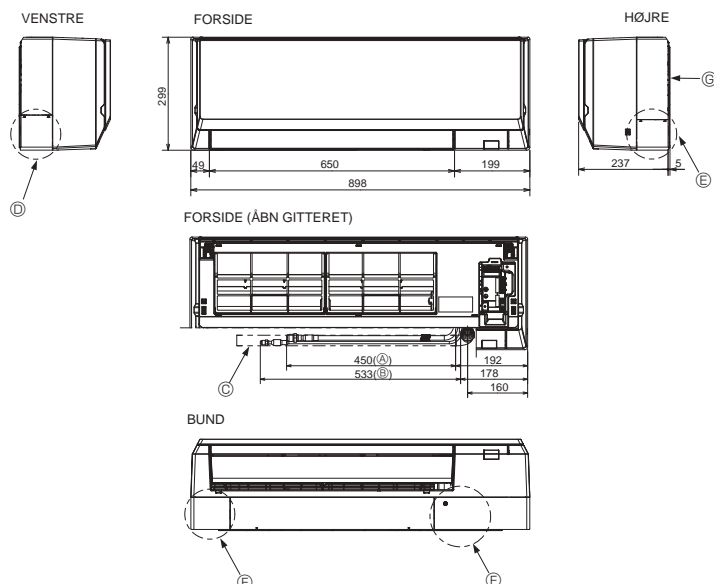

Fig. 4-3
4.3. Placering af køle- og drænrørføring (Fig. 4-3)
- Ⓖ Monteringsplade ①